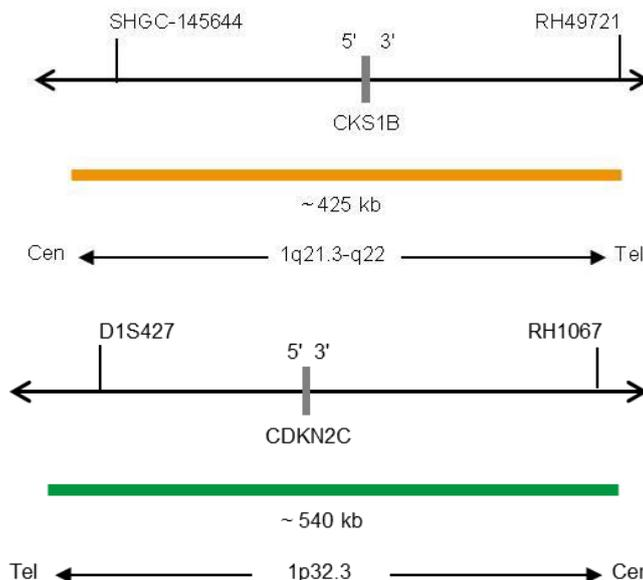

Abb. 1: Oben: SPEC CKS1B Sondenlokalisierung; Unten: SPEC CDKN2C Sondenlokalisierung (nicht maßstabsgetreu)
- ZyOrange (Anregung 547 nm/Emission 572 nm) markierten Polynukleotiden (~4,5 ng/ μ l), die gegen Sequenzen in 1q21.3-q22* (chr1:154,722,168-155,144,639) gerichtet sind, welche die CKS1B-Genregion enthalten (siehe Abb. 1).
- ZyGreen (Anregung 503 nm/Emission 528 nm) markierten Polynukleotiden (~10,0 ng/ μ l), die gegen Sequenzen in 1p32.3* (chr1:51,196,272-51,737,475) gerichtet sind, welche die CDKN2C-Genregion enthalten (siehe Abb. 1).